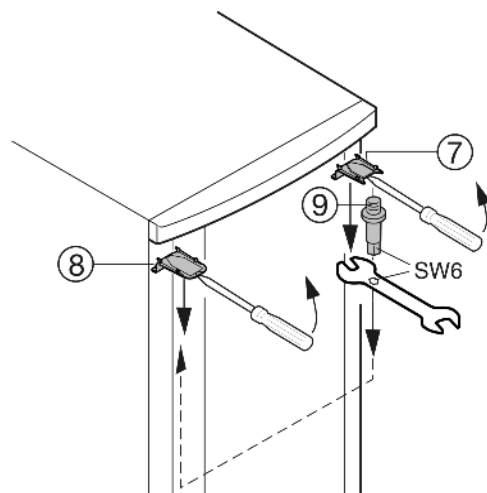

Fig. 5
- ▶ Za pomocą śrubokrętu podważyć z przodu osłonę Fig. 5 (7) u góry i osłonę Fig. 5 (8) i wyjąć je skośnie w dół.
- ▶ Wykręcić trzpień zawiasu Fig. 5 (9) i wkręcić mocno po przeciwnej stronie (z siłą 4 Nm). Zastosować do tego gniazdo sześciokątne dołączonego klucza płaskiego.
- ▶ Ponownie zamontować osłonę Fig. 5 (7) po stronie sworznia łożyska: nasadzić z tyłu i zazębnić z przodu.
- ▶ Zamontować osłonę Fig. 5 (8) po przeciwległej stronie: nasadzić z tyłu i zazębnić z przodu.
- ▶ Zawiesić drzwi na trzpieniach zawiasów Fig. 5 (9) i zamknąć.